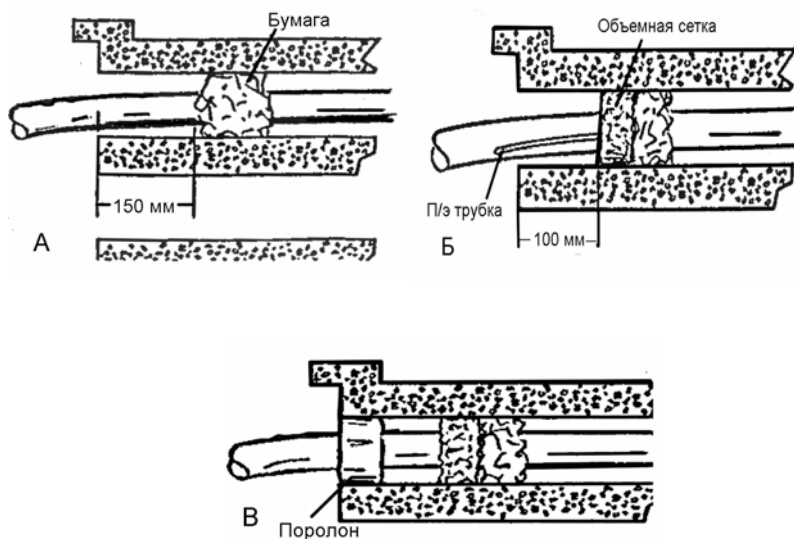

Рис. 14.2. Уплотнение канала
14.3. Обмотать вокруг кабеля смятый лист бумаги (газеты) и поместить его в канал на глубину 15см. В данном случае бумага выполняет роль армирующего материала, повышая эффективность герметизации и упрощает процесс удаления компаунда в будущем (рис.14.2 А).
14.4. Обмотать кабель объемной сеткой так, чтобы получившийся диаметр несколько превышал внутренний диаметр канала. Излишек сетки обрезать. Поместить объемную сетку в канал с помощью пластмассовой трубки (рис.14.2 Б). Поролоновую полосу обмотать вокруг кабеля и поместить в канал заподлицо с торцом канала. При этом полоса должна плотно прилегать к кабелю и стенкам канала (рис.14.2 В).